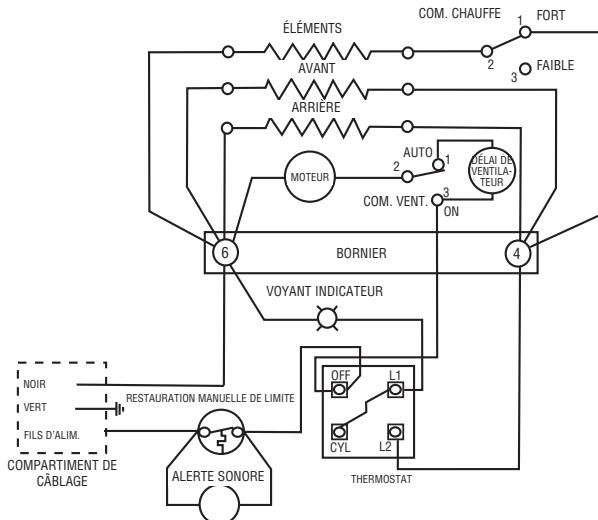

Figure 5 - Schéma de câblage
- Connectez le câblage local à celui du radiateur comme c'est montré au schéma de câblage en Figure 5.